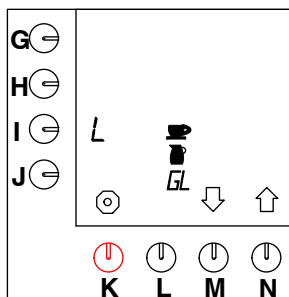

Fig. 21 Enheder der kan vælges
- Der kan foretages et valg ud fra følgende enheder: Liter = L, Gallon = G (= 3,7853 L), Kande, Kop (fig. 21).